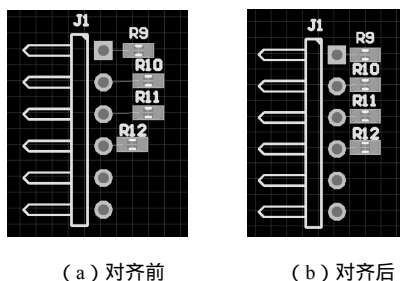

图 3.4.13 电阻对齐前后比较
(6) 对齐器件。将 R9~R12 选中,选择“Edit”→“Align”→“Align Left”命令,则 4 个电阻靠左对齐。若上下间距不一致,可选择“Align Horizontal Centers(垂直等间隔分布)”命令,如图 3.4.13 所示。